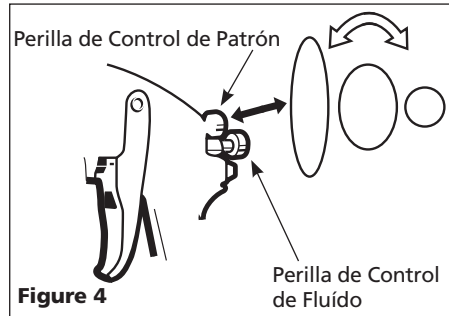

Figure 4
2. Ajuster la taille de débit à la forme désirée. Pour un plein débit, tourner le bouton de réglage de débit au sens contraire des aiguilles d'une montre. Pour une configuration ronde, tourner le bouton de réglage de débit au sens des aiguilles d'une montre (Voir Figure 4).